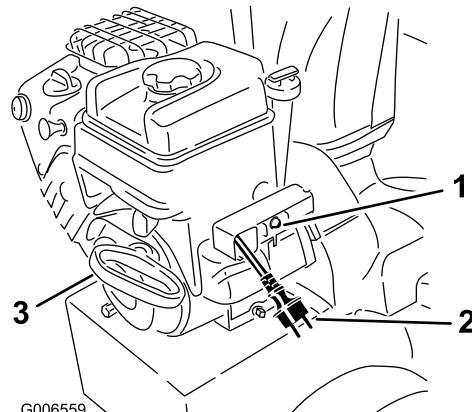

Рисунок 32
- Запустите снегоочиститель, потянув за шнур механического стартера или нажав на кнопку электрического стартера (все модели, кроме 38597) (Рисунок 32).